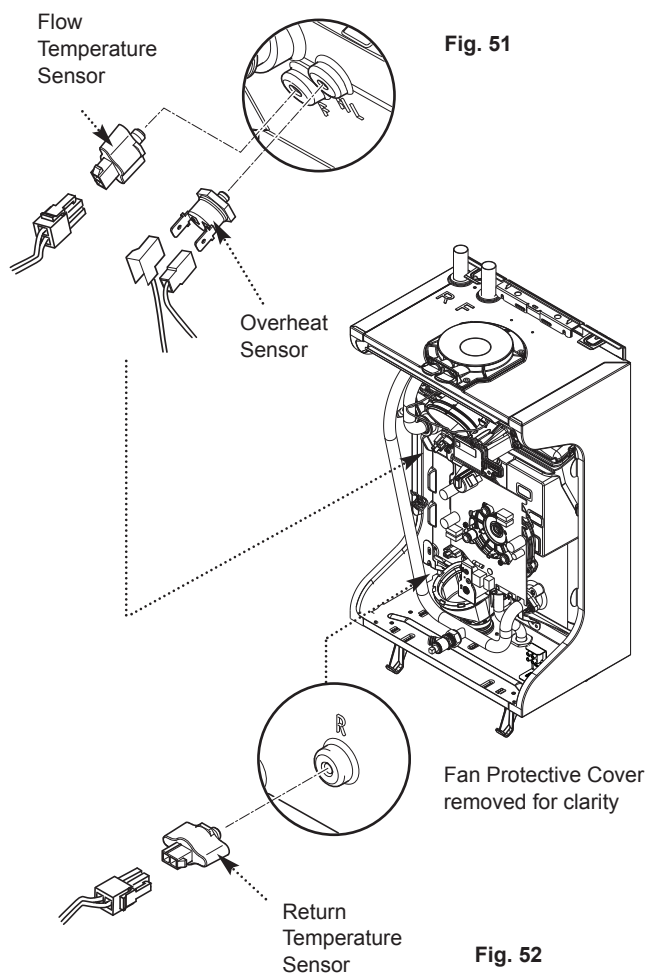

Fig. 51
10.3.7 Flow Temperature Sensor (Fig. 51)
10.3.8 Overheat Sensor (Fig. 51)